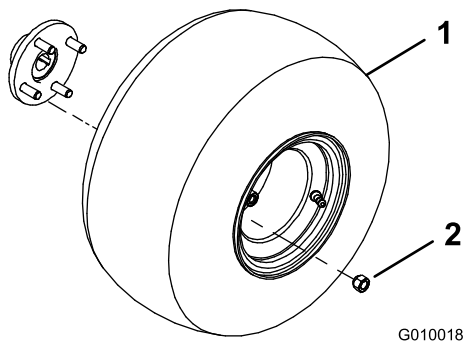

图3
- 将车轮总成安装到各个后轮轮毂 图3。
3. 安装车轮螺母图3并上紧扭矩至 6175N·m。